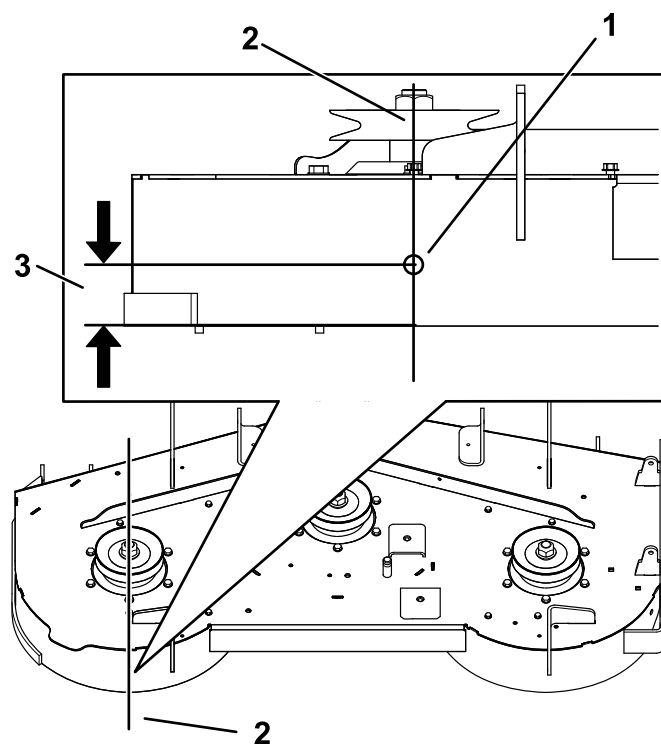

Рисунок 1
- Просверлите отверстие в отмеченном месте, используя сверло (9/32 дюйма), как показано на Рисунок 1.